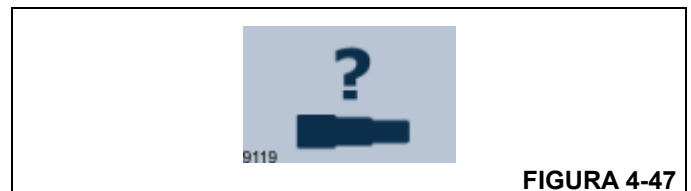

FIGURA 4-47
- Introduza a tela de solicitação de redefinição da função telescópica no Módulo do mostrador do operador (ODM). A Figura 4-47 mostra o ícone para essa tela.